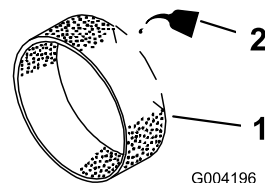

**Figura 40**
- Coloque 3 a 6 cl de óleo no filtro prévio (Figura 40).